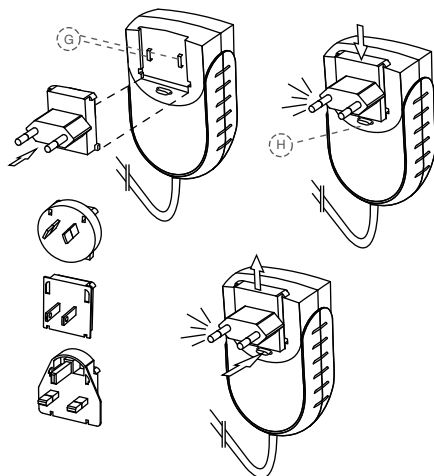

Fig. 4 Nätdel och adapter
1. Välj en kontaktadapter som passar det aktuella uttaget (se fig. 4).
2. Sätt på kontaktadaptern på de två kontakterna (fig. 4, G) på nätdelen och tryck den mot spärrknappen (fig. 4, H) tills den snäpper fast. Spärrknappen måste vara intryckt för att adaptern ska kunna bytas.